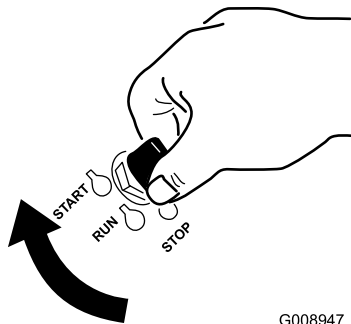

Figura 20
- Gire la llave de contacto a la posición de Arranque (Figura 20).